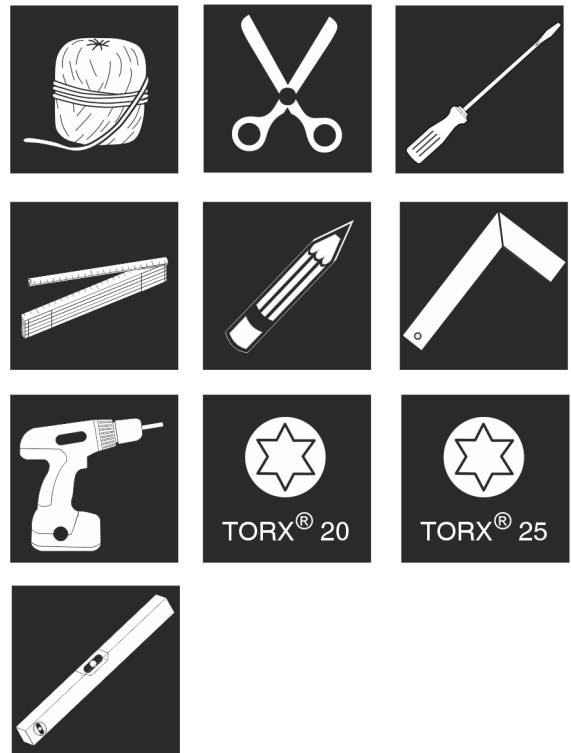

Fig. 20
1. Predisposizione degli utensili. Fig. 20 ()